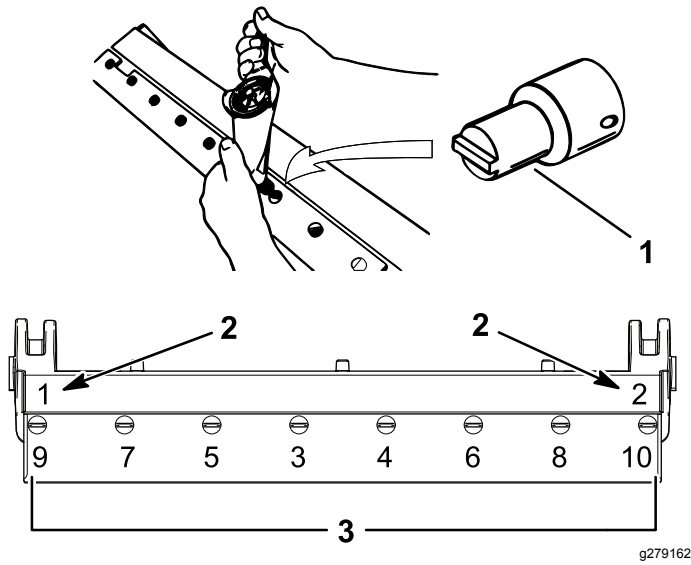

Figura 42
- A. Apriete los 2 tornillos exteriores a 1 N·m; consulte la Figura 42.
- B. Desde el centro de la contracuchilla, apriete los tornillos a entre 23 y 28 N·m; consulte la Figura 42.